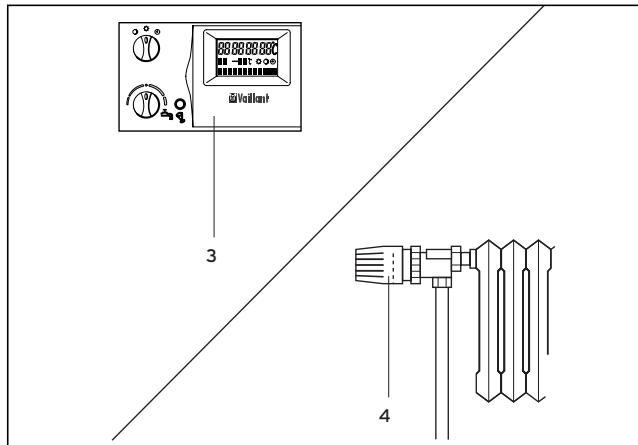

Fig. 3.8 Stille inn romtemperaturregulator/værkompensert regulator
3.4.2 Innstilling av romtemperaturregulator eller værkompensert regulator (fig. 3.8)